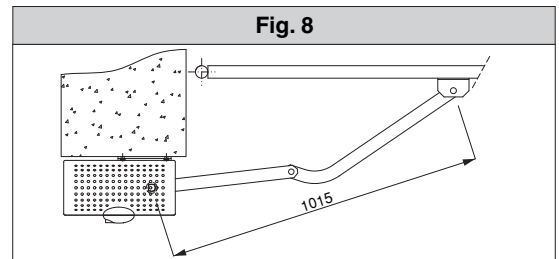

Fig. 9
- Facendo riferimento alla Fig.9 posizionare la manopola di sblocco "A" sulla flangia "B" premontata sul coperchio.
ATTENZIONE: A seconda della posizione di installazione dell'attuatore (destro o sinistro) inserire l'anello "C" e posizionare la bussola "D" come indicato in Fig.9.